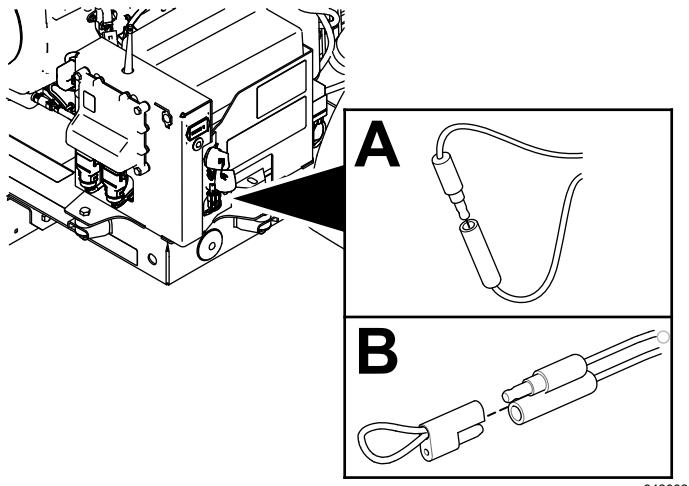

Figure 46
2. Retirez le connecteur à une broche du connecteur à une douille (Figure 46).
3. Insérez le connecteur à une broche et le connecteur à une douille dans le bouchon captif (Figure 46).